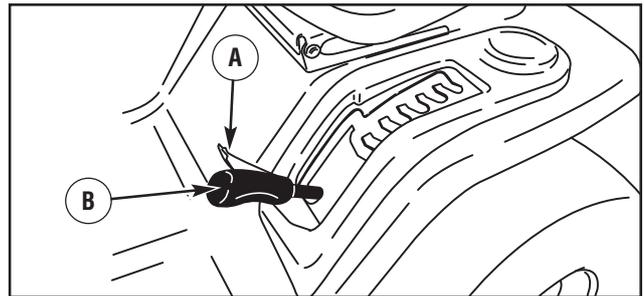

Figura 29: Leva di sollevamento della base
2. Aprire il coperchio di posizionamento del livello della base e portare la **leva di sollevamento della base** alla posizione di regolazione (figura 29).